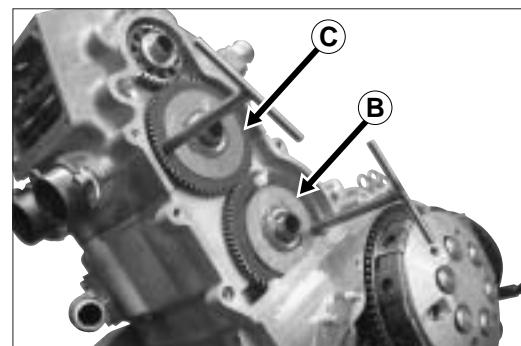

Fig.59
2. Posizionare nell'ordine: i rasamenti, l'ingranaggio, il perno e la gabbia a rulli (Fig. 59).
2. Insert shims, gear, pin and roller retainer (Fig. 59) in sequence.
2. In dieser Reihenfolge anordnen: die Ausgleichscheiben, das Zahnrad, den Zapfen und den Rollenkäfig (Abb. 59).
2. Mettre en place dans l'ordre : les cales de compensation, l'engrenage, l'axe et la cage à rouleaux (Fig. 59).